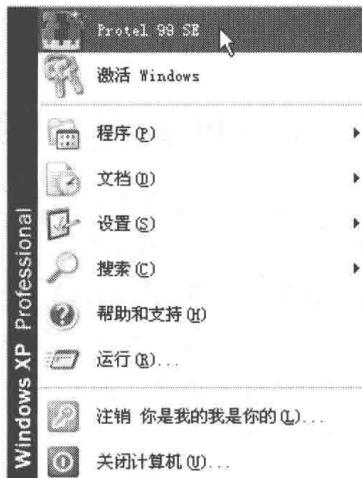

图 1-9 从【开始】菜单中启动 Protel 99 SE
- 直接单击【开始】菜单中的 Protel 99 SE 图标也可以启动 Protel 99 SE，如图 1-9 所示。